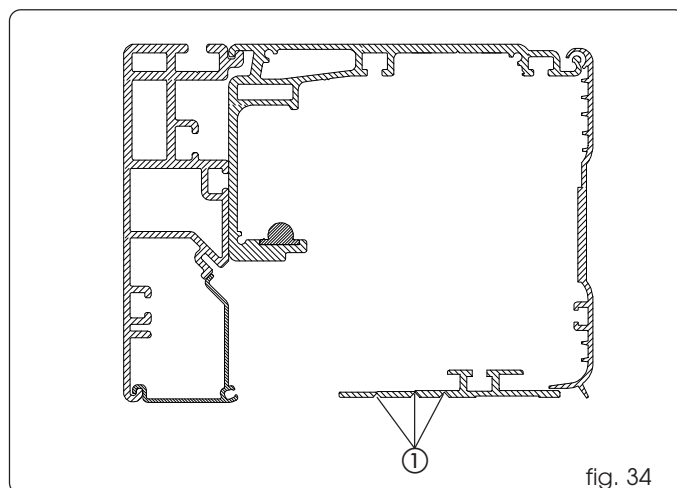

fig. 34
Het onderste kapprofiel is voorgekerfd, zodat hij kan worden aangepast aan vleugels met verschillende dikten. Verwijder het overtollige materiaal door het af te breken op de punten die worden aangegeven op fig. 34 ref. ①.